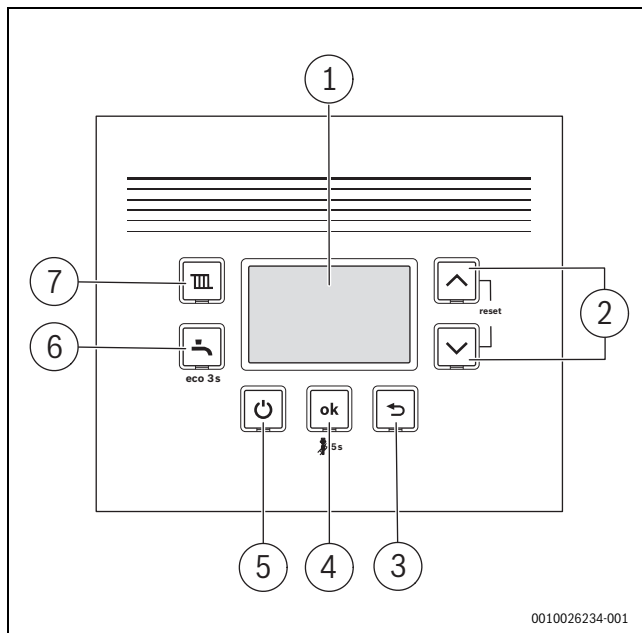

Bild 124 Bedienfeldübersicht
Nach der Inbetriebnahme schaltet die Taste (→ Bild 124, [5]) gleichzeitig Heizung und Warmwasserbereitung aus oder ein, ohne die Spannungsversorgung zu unterbrechen.
- Im normalen Betrieb Gerät mit der Taste  (→ Bild 124, [5]) ausschalten. Das Gerät befindet sich im Standby-Betrieb.